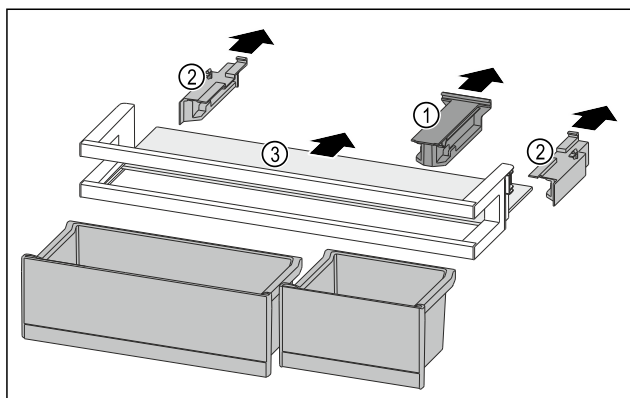

Fig. 202
- Trekk av holdedelen Fig. 202 (1).
- Trekk av sidedeler Fig. 202 (2).
- Fjern oppstillingsplassen Fig. 202 (3).